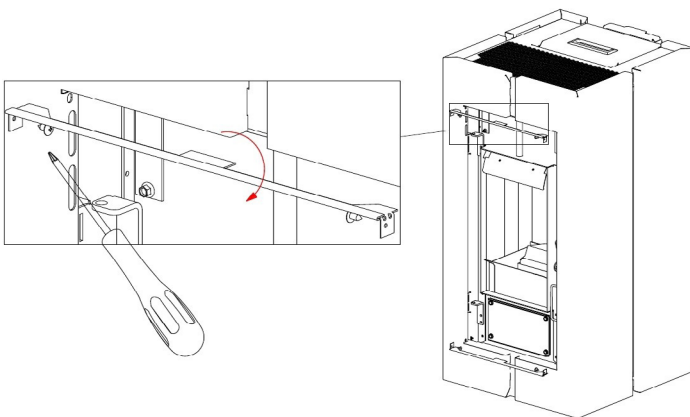

Fig. 38 - Entfernen der Profile
- Die 4 Schrauben heraus-schrauben und die schwarzen Profilleisten über und unter der Tür entfernen (siehe **Fig. 38 auf S. 22**).